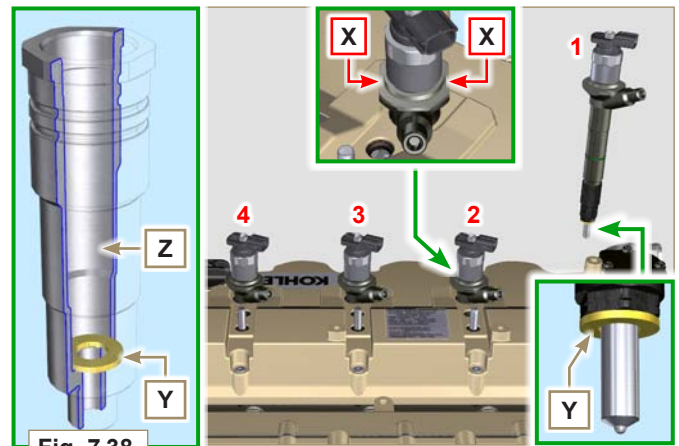

Fig. 7.38
- Bei einem Ausbau, jedoch nicht dem Austausch der Elektro-Einspritzdüsen, als deren Bezug die jeweiligen Zylinder verwenden, um sie beim Einbau nicht zu vertauschen (Fig. 7.38).
4 - Prüfen, ob die Dichtung **Y** in der korrekten Position verblieben ist (Fig. 7.38). Falls nicht, diese aus dem Innenraum der Hohlbohrung des Elektro-Einspritzventils **Z** herausnehmen.